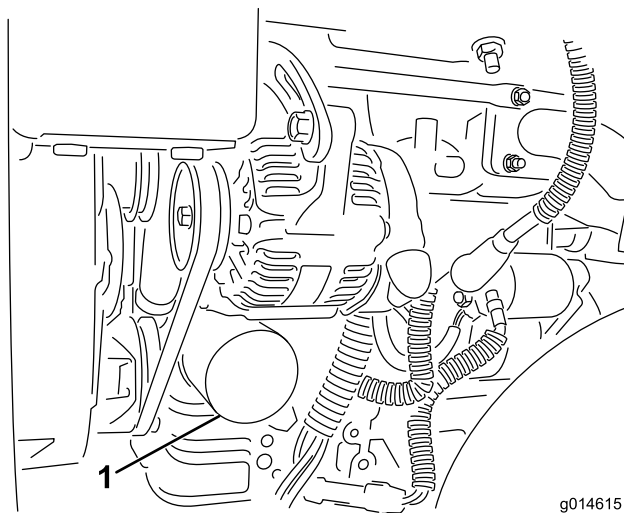

Figure 46
- Déposez le filtre à huile (Figure 46). Appliquez une fine couche d'huile sur le joint du filtre de rechange.